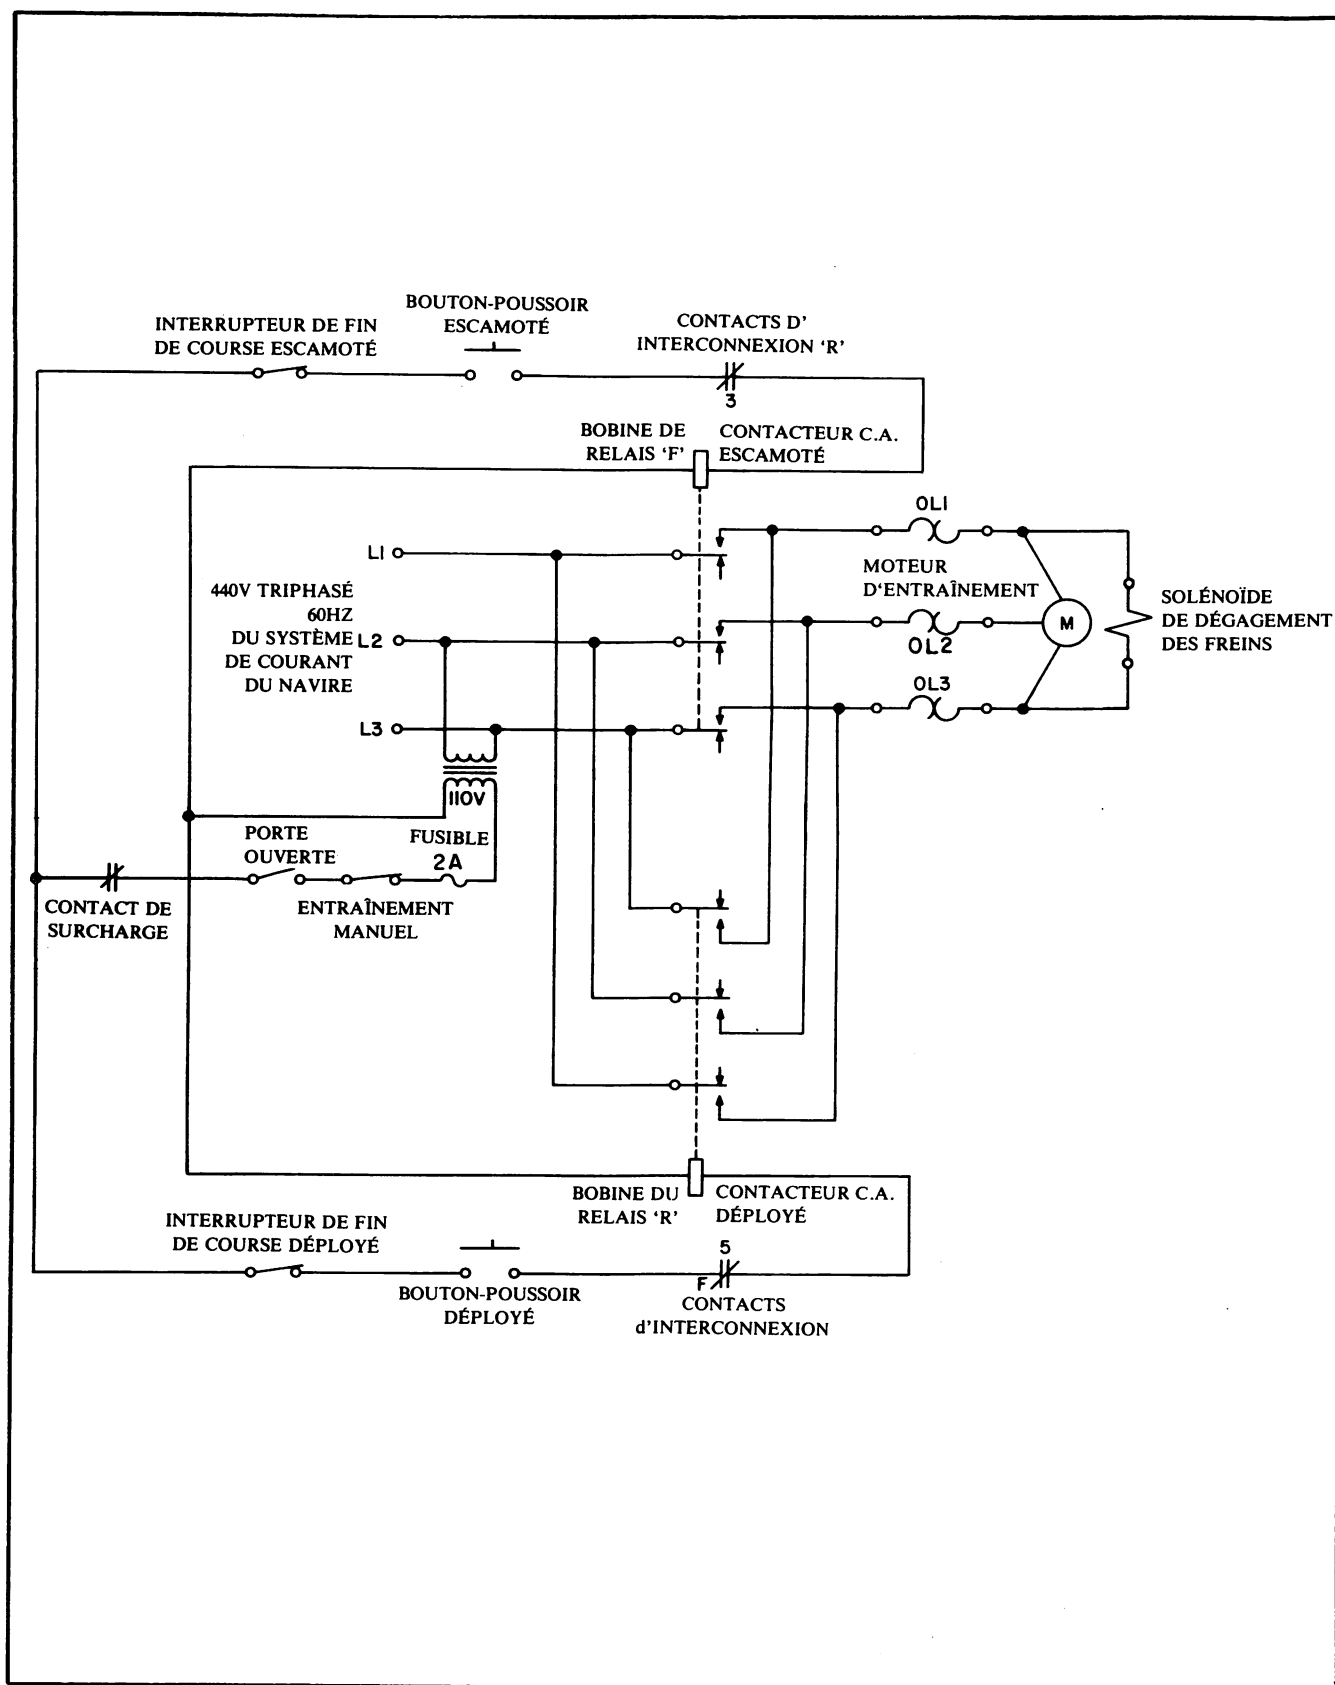

Figure 3-3 Schéma synoptique Translation du hangar
**3-1-2 Courant électrique** (voir figure 3-3) Le courant électrique est contrôlé par des boutons-poussoirs situés sur un appareil de commande tenu dans la main qui est branché au panneau de commande du starter par l'intermédiaire d'un câble suspendu de dix pieds. Lorsque l'on appuie sur les boutons-poussoirs, on excite un contacteur de démarreur, branchant un courant triphasé de 440 V 60 Hz aux bornes du moteur. Le moteur a un arbre double avec prise de puissance à chaque extrémité. Le couple est transmis par l'intermédiaire de joints à rotule et des barres de torsion à des engrenages à vis sans fin de rapport 60:1 où le mouvement est transféré à des bielles d'accouplement de torsion verticales. Les engrenages à pignons attachés à l'extrémité de chaque bielle d'accouplement verticale s'engrènent dans les crémaillères à engrenages continus montées sur le côté intérieur des rails, transférant ainsi la rotation du pignon en un mouvement linéaire du hangar.
### **3-1-8 Fonctionnement du circuit électrique (Figure 3-3)**